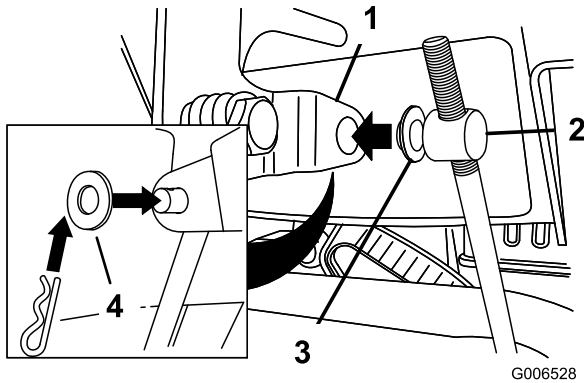

Figure 6
- Retirez la goupille fendue et la rondelle extérieure du tourillon à l'extrémité supérieure de la tige de commande de vitesse (Figure 6).
Remarque: Pour faciliter le montage, laissez la rondelle intérieure sur le tourillon (Figure 6).
- Soulevez la tige de commande de vitesse et insérez le tourillon dans le trou du levier sélecteur de vitesses (Figure 6).
- B. Retirez le tourillon du sélecteur de vitesses (Figure 6).
- C. Tournez le tourillon vers le bas (sens horaire) sur la tige de commande de vitesse (Figure 6).
- D. Remettez le tourillon sur le sélecteur de vitesses (Figure 6).
- C. Tournez le tourillon vers le haut (sens anti-horaire) sur la tige de commande de vitesse (Figure 6).